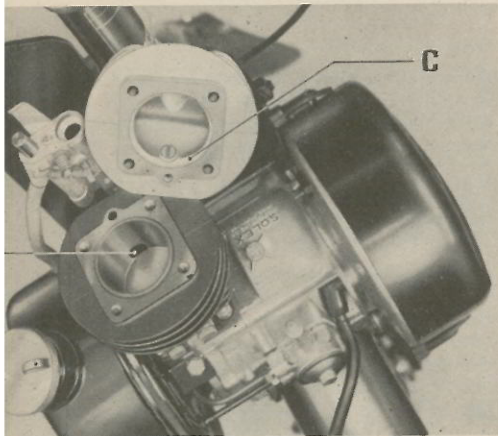

Fig. 10
Ontkoling Fig. 10
pag. 16, no. 28), alsmede in de uitlaatpoort (zie fig. 10 L).
Draai de moer van het luchtfilterhuis los. Verwijder het luchtfilterhuis met kap in zijn geheel. (Denk aan de rubberring tussen de carburateur en het luchtfilterhuis). Daarna draait men de vier bouten los, waarmee de aluminium cilinderkop op de cilinder is bevestigd. Verwijder de cilinderkop (C fig. 10) en de zich tussen deze cilinderkop en de gietijzeren cilinder bevindende pakking. Breng de zuiger in zijn hoogste stand en schrap voorzichtig met een mes of krabber de kool weg, die zich op de zuiger en aan de binnenzijde van de cilinderkop heeft aangezet. Blaas alvorens de zuiger te verplaatsen alles schoon en overtuigt u ervan, dat elk kooldeeltje grondig is verwijderd. Om nu de uitlaatpoort (L) schoon te maken, waar de meeste koolvorming optreedt, brengt men de zuiger in zijn laagste stand. De uitlaatpoort wordt nu praktisch geheel zichtbaar, waardoor het meestal mogelijk is de zich aldaar gevormde koolring met een dunne schroevendraaier of iets dergelijks kapot te stoten. De uitlaatspruitstuk moet worden gedemonteerd zodat de resten niet in de uitlaat vallen. Met buigzaam ijzerdraad moet daarna voorzichtig het uitlaatspruitstuk worden schoongekrabb.